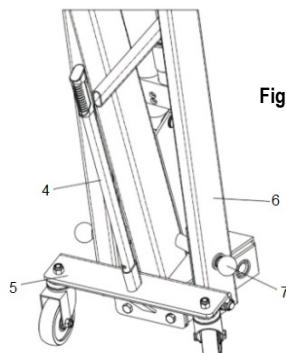

Fig. 8
4. Reglarea brațului: apăsați maneta angrenajului, împingeți și trageți tija de extensie a cârligului până la intervalul dorit (Fig. 8).